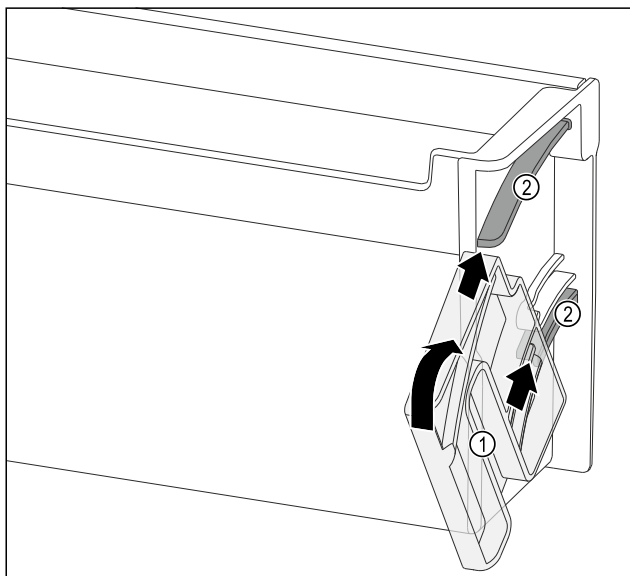

Fig. 137
- Posizionare l'unità di rotazione Fig. 137 (1) in modo che gli incavi si trovino esattamente di fronte ai canali di conduzione Fig. 137 (2) del balconcino controporta.
- Ruotare l'unità di rotazione Fig. 137 (1) nella direzione indicata.